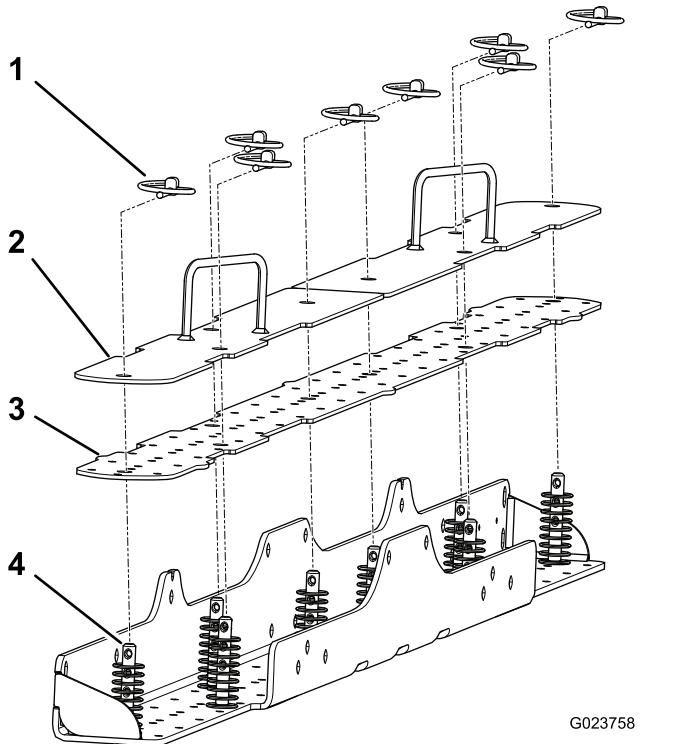

図3
1. ネイル・プレートとトップ・プレートをボトム・プレートに固定している8本のクレビスピンドルから、リングピンを抜き取る図3。